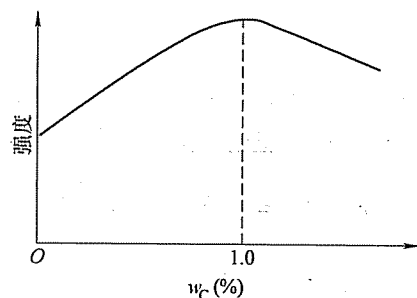

图 26-4 第二题第 6 小题解答图
6. 如图 26-4 所示, 强度随碳含量增加先增高后下降, 在碳含量约 1.0% 时为强度极大值。强度的这种变化与平衡态碳钢中的组织随碳含量变化有关: 当  $w_c < 0.77\%$  时, 钢中的组织为铁素体 + 珠光体, 且珠光体的质量分数随碳含量增高而增大, 而珠光体在钢中起强化作用, 故强度随碳含量增加而增高; 当  $w_c > 0.77\%$  后, 钢中的组织为二次渗碳体 + 珠光体, 二次渗碳体以网状分割珠光体, 且二次渗碳体的质量分数随碳含量增高而增大。渗碳体硬而脆, 少量不连续分布的二次渗碳体起强化作用, 故强度随碳含量增加继续增高; 但当  $w_c \geq 1.0\%$  后, 二次渗碳体的质量分数增加到呈连续网状分布, 则会在外力作用下首先断裂形成微裂纹, 故强度下降。